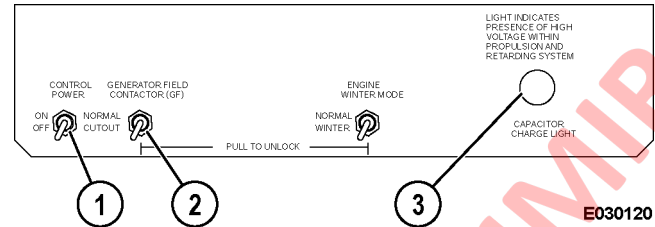

FIGURA 5-4. PANEL DE VISUALIZACIÓN DE INFORMACIÓN
4. Coloque el interruptor de corte GF (2, Figura 5-4), ubicado en el gabinete de control, en la posición de corte (CUTOUT).